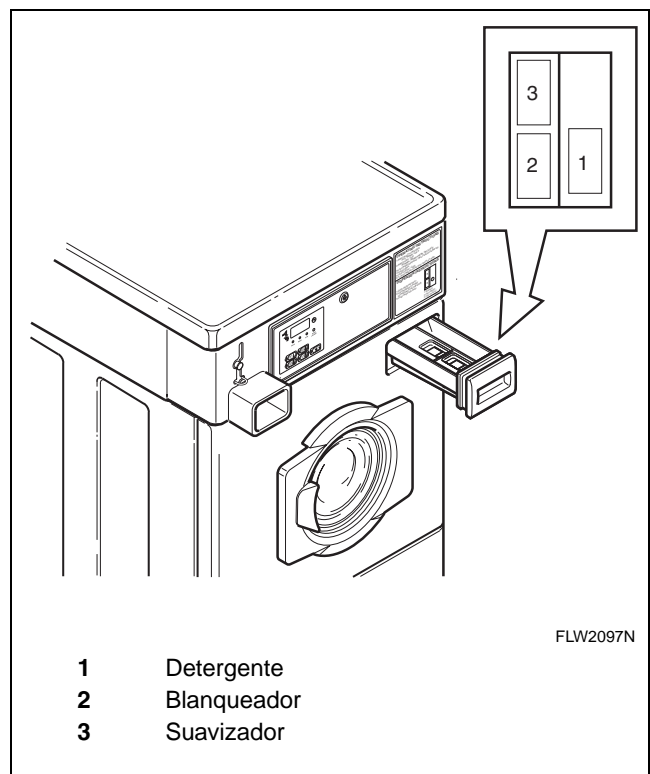

Figura 20
Abra la gaveta del surtidor. Mida y agregue detergente de baja espuma (1) blanqueador (2) y suavizador de tela (3) a la gaveta del surtidor (consulte la *Figura 20*). Cierre la gaveta del surtidor.